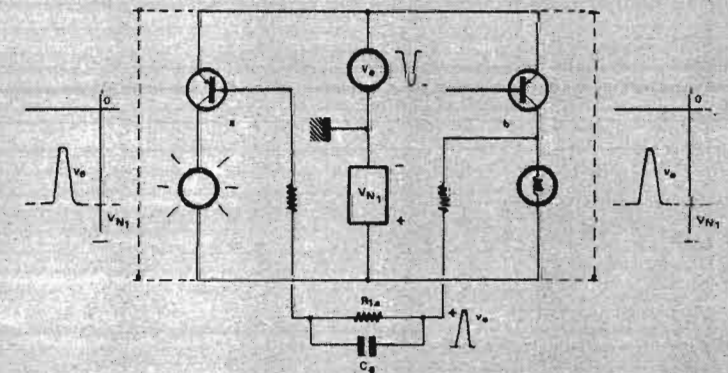

Fig. 115
2) par les collecteurs comme une réduction de la valeur négative de V_{N1} (fig. 115) donc :